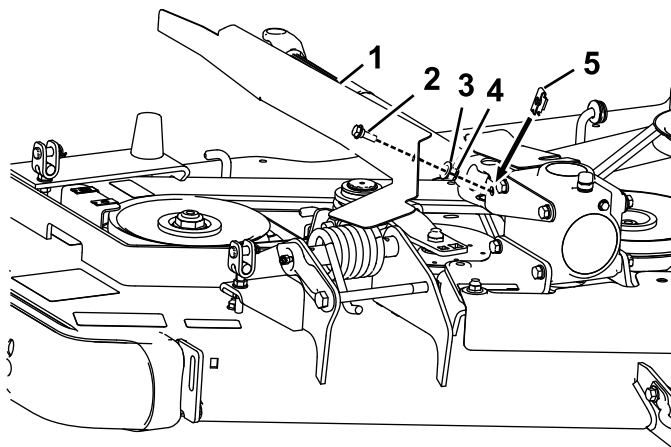

Figure 8
1. Placez l'écrou de retenue sur le trou libre dans le support de pivot (Figure 8).
2. Montez la vis à épaulement, la rondelle plate et l'écrou poussoir sur la protection de l'arbre d'entraînement (Figure 8).
3. Tout en insérant l'extrémité de la protection de l'arbre d'entraînement dans le support de la protection, que vous avez assemblé à la procédure 5, fixez l'autre extrémité de la protection à l'écrou de retenue dans le support de pivot au moyen de la vis à épaulement (Figure 8).